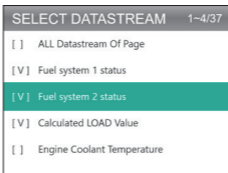

Figure 3.5.3
- Vous pouvez également sélectionner "All Data Streams Page" pour afficher tous les éléments disponibles (voir Figure 3.5.3).